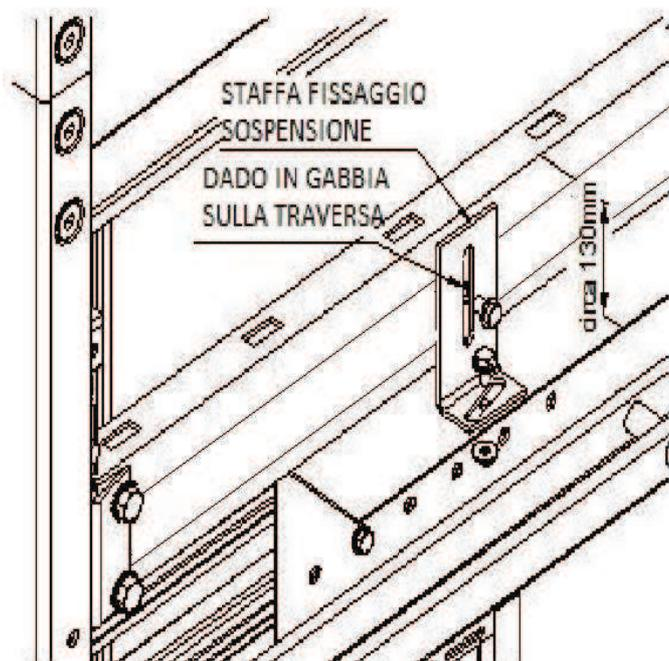

Fig. 16.9
- ✓ Secondo il tipo di sospensione, se necessario, vengono fornite delle staffe di fissaggio su traversa registrabile. In questo caso ricordarsi di inserire i dadi in gabbia sulle asole della traversa. (Fig. 16.9)